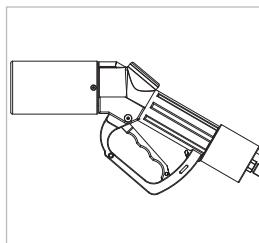

Abbildung 9
- ▶ Nehmen Sie die Füllkupplung aus der Zapfsäule heraus. Der Betätigungshebel (Pos. 6) muss in der OFF-Stellung stehen (*Abbildung 9*).